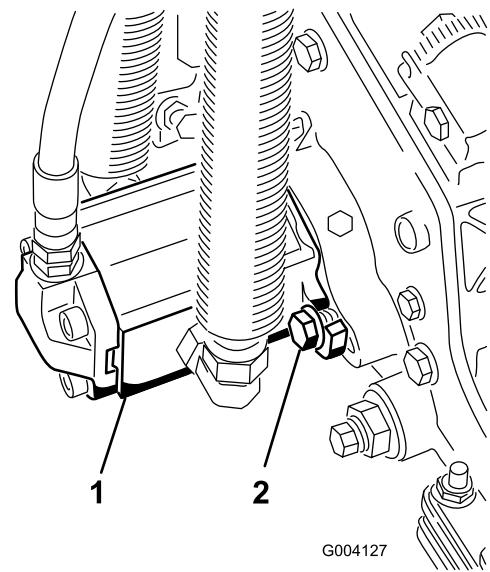

Figura 20
- 16. Instale o motor rodando-o no sentido dos ponteiros do relógio de forma a que as flanges do motor se afastem dos parafusos (Figura 20). Rode o motor no sentido contrário aos ponteiros do relógio até que as flanges envolvam os parafusos e apertem os parafusos.